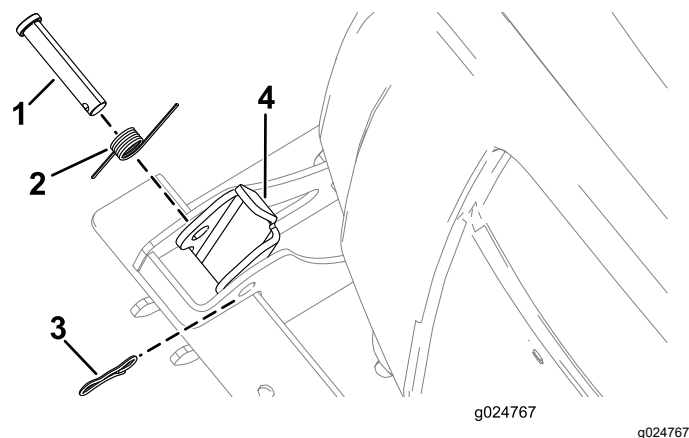

図 20
1. クレビスピンについているヘアピンを抜き取る 図 20。
2. ラッチからクレビスピンとスプリングを外す 図 20。